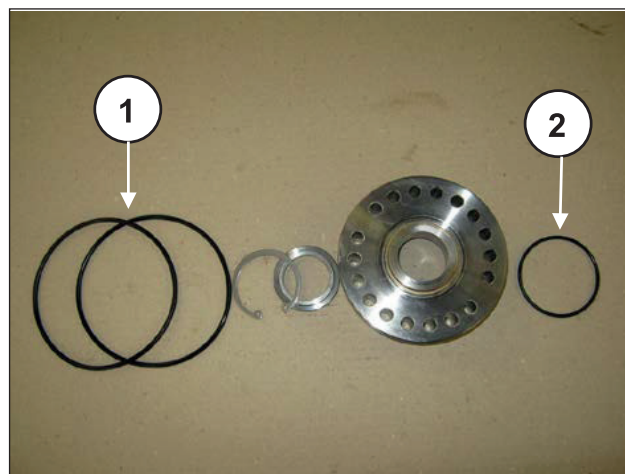

图 207
重新安装密封圈支撑组件（图 206 和 图 207），更换部件 ① 和 ②。